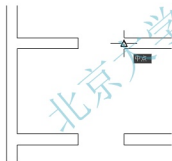

图 2.86 确定门扇的起点
(1) 在**指定起点**: 提示下, 捕捉门洞口右侧垂直线的中点作为起点, 如图 2.86 所示。